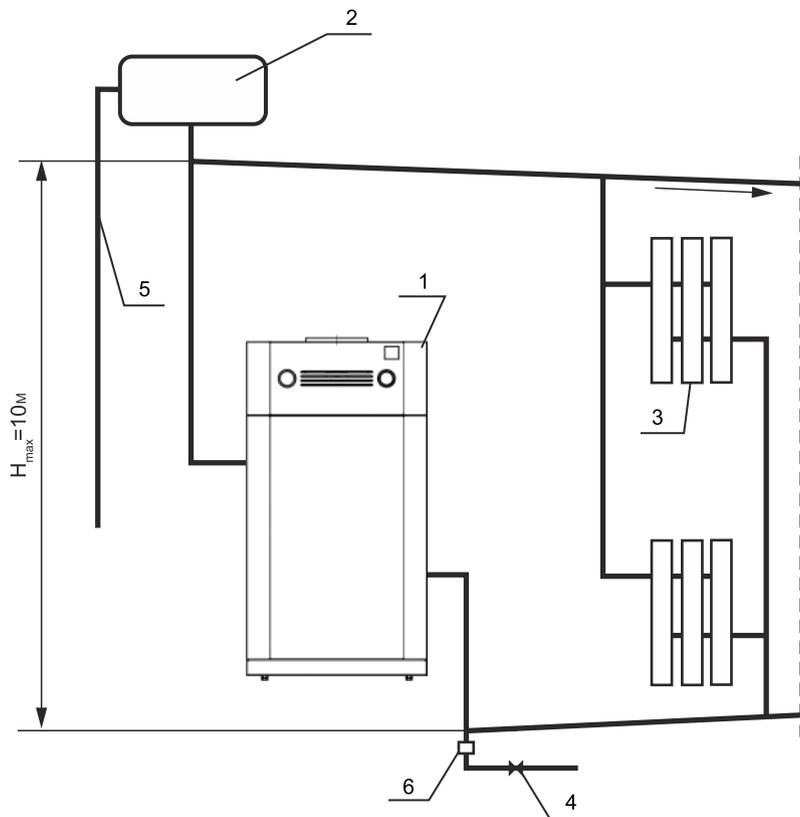

Рис. 2.
- 6.7. В открытой системе расширительный бачок устанавливается в верхней точке главного стояка, желательнее в отапливаемом помещении. Запрещается устанавливать вентиль на сигнальной трубе (см. рис. 2, 3).